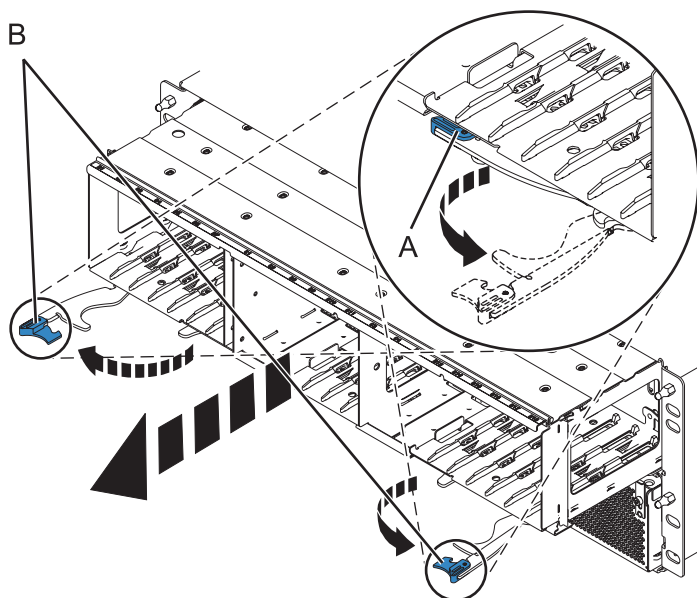

Figura 87. Extracció de la placa posterior de l'allotjament
6. Traieu la placa posterior com es mostra a la Figura 87 a la pàgina 117.